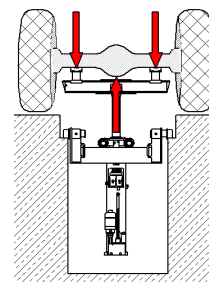
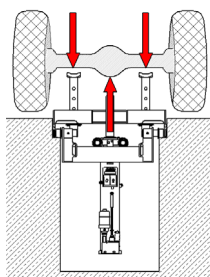
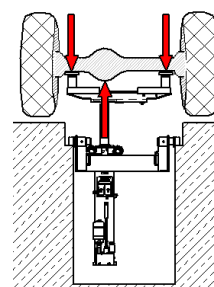

Fig. 19
Fig. 21
Fig. 22
- **El centro de la carga siempre debe colocarse centralmente sobre el dispositivo elevador. → Fig. 19; Fig. 21; Fig. 22**